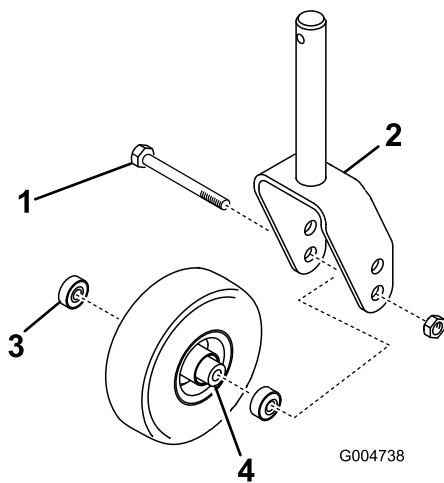
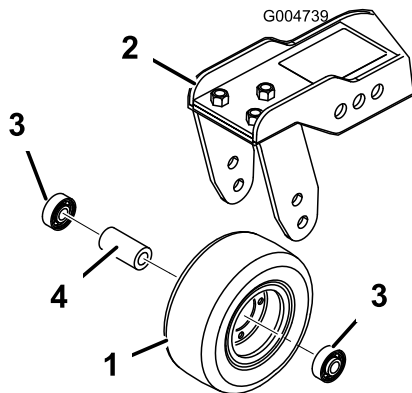

Figure 113
Figure 114
- Retirez le contre-écrou du boulon qui fixe la roue pivotante entre la fourche (Figure 113) ou le bras de la roue pivotante (Figure 114).
- Enlevez le roulement du moyeu de la roue et laissez tomber la douille d'écartement à l'extérieur (Figure 113 et Figure 114).